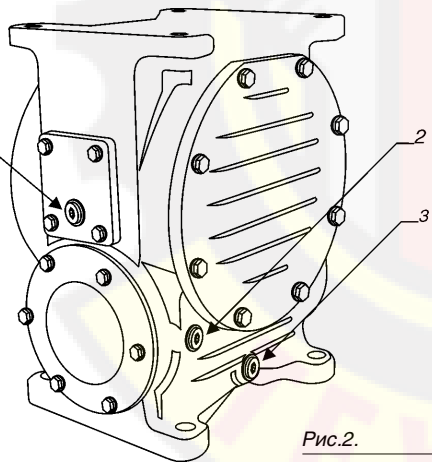

Рис.2.
- 4.2.12. Редуктор привода шпинделя червячного типа предназначен для повышения крутящего момента и снижения окружной скорости обода колеса до необходимой. Корпус редуктора снабжен винтовыми пробками, предназначенными для заправки, контроля уровня и слива масла. Схема заправки, контроля уровня и слива масла указана на рис.2, а также на внутренней поверхности кожуха